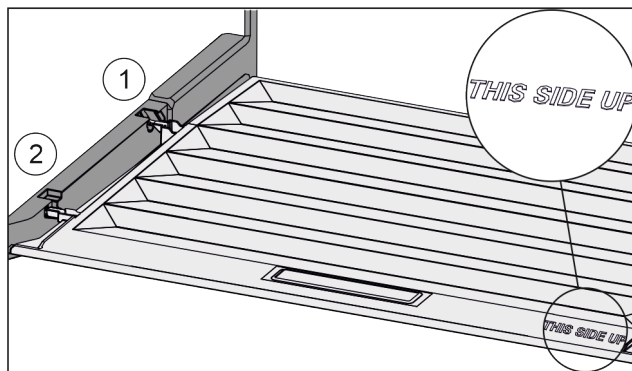

Fig. 57
- ▶ Výstupky veka zavedte cez otvor zadného držiaka Fig. 57 (1) a zaistite vpredu v držiaku Fig. 57 (2).